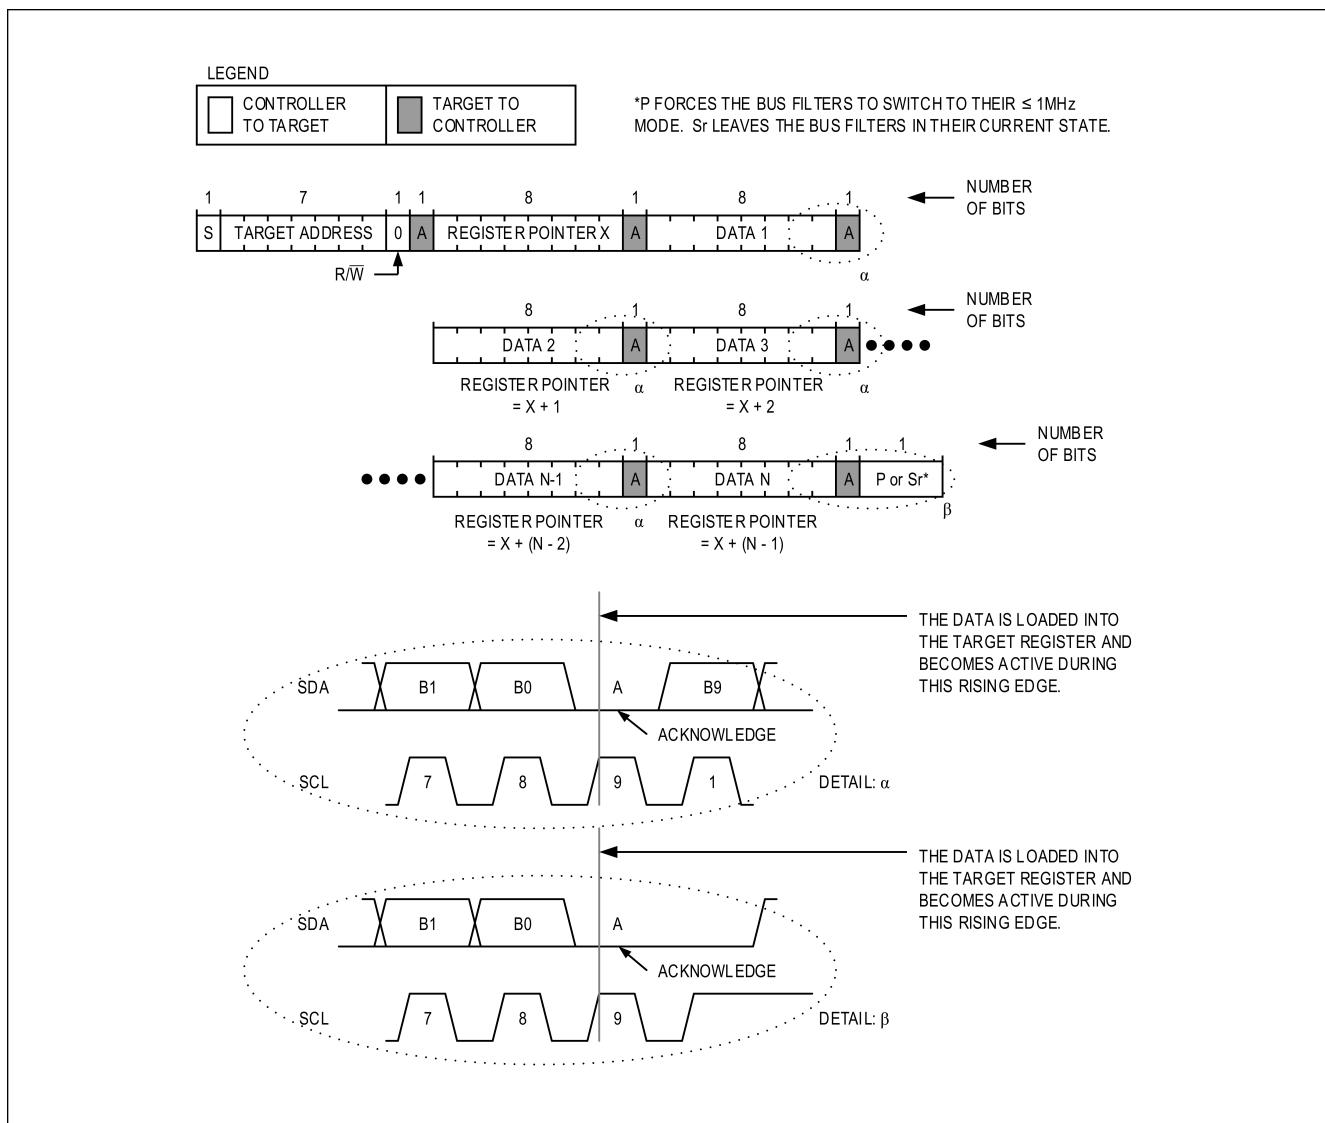

図 13. 連続したレジスタへの書き込み
図 13 に、連続する複数レジスタへの書き込みプロトコルを示します。このプロトコルは「バイト書き込み」プロトコルに似ていますが、ターゲット・デバイスがデータの最初のバイトを受信した後もコントローラ・デバイスが書き込みを継続する点が異なります。書き込みが終了すると、コントローラはストップ・コンディション (P) または反復スタート・コンディション (Sr) を発行します。